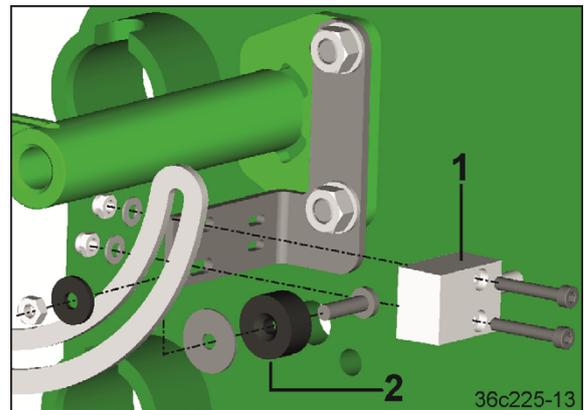

Fig. 100
9. Fijar el sensor de posición de trabajo (Fig. 100/1) y el imán de regulación (Fig. 100/2).
Este sensor de posición de trabajo (Fig. 100/1) envía el impulso para conectar y desconectar la supervisión de conductos de semillas.